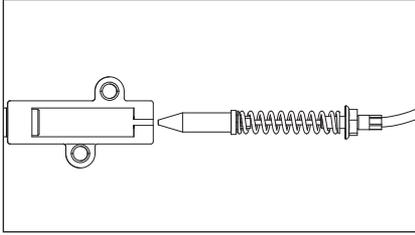

Figure 93
8. Retirez le ressort à barillet de compression du câble. (Fig. 93)